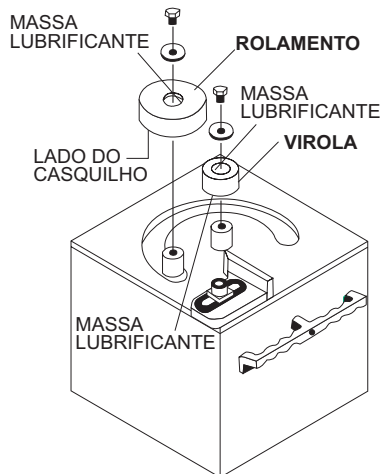

Figura 2. Instalação da virola do rolamento
3. Instale a virola e o rolamento conforme mostrado na Figura 2.